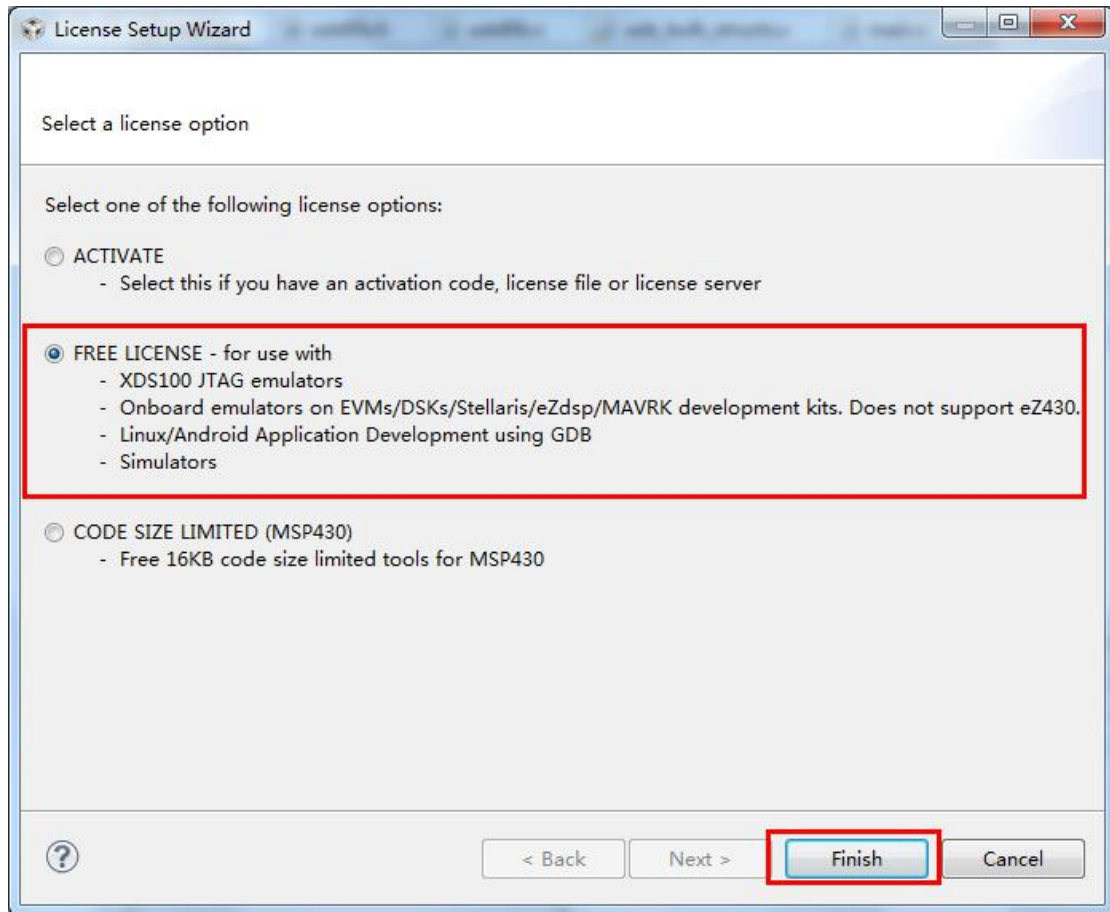

图 1-13
12. 打开 CCS 后, 会弹出下图 1-13 所示的对话框, 我们选择的仿真器是 XDS100v2 属于 XDS100 JTAG emulators, 点击第二个选项 “FREE LICENSE - for use with ”, 然后点击 Finish。